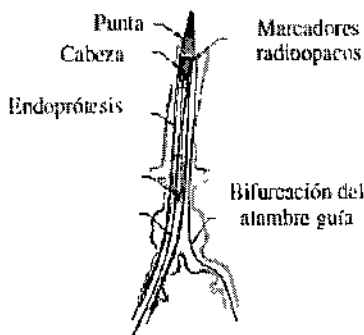

Figura 7. Sistema de liberación
6) Poner al sistema del stent. Insertar el punto distal del cable extra fuerte de guía a la punta cónica del sistema de entrega y empujar el sistema de entrega al paciente por el cable fuerte de guía, hacer que el forro del sistema de entrega encuentre la apertura de la arteria renal. (Figura 7)